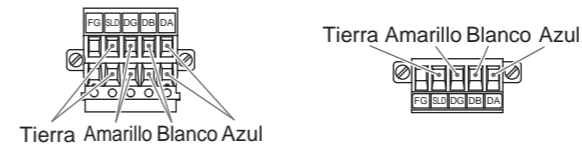

Figura 1
- (1) Conecte los cables de señal a los pins asignados (Figura 1). El par de apriete necesario es de 0.5 a 0.6 Nm.